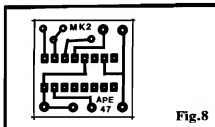

Fig. 8
- FIG. 8 - LAY OUT DO CIRCUITO IMPRESSO ESPECÍFICO (MK2) - Como no circuito praticamente só temos o Integrado (e dois componentinhos passivos...) a plaqueta pode ficar realmente pequena, conforme indica a figura! O padrão cobreado de ilhas e pistas, mostrado em tamanho natural, é tão simples e reduzido que duvidamos que alguém "consiga" errar na sua elaboração e confecção...Certamente que - mesmo assim - a placa merece a mesma verificação final que seria dedicada a um Impresso mais complexo (já que da perfeição dessa fase dependerá - sempre - o sucesso de qualquer montagem, tenha ela um componente, ou mil... Pra variar, alertamos: os iniciantes devem consultar previamente as INSTRUÇÕES GERAIS PARA AS MONTAGENS,